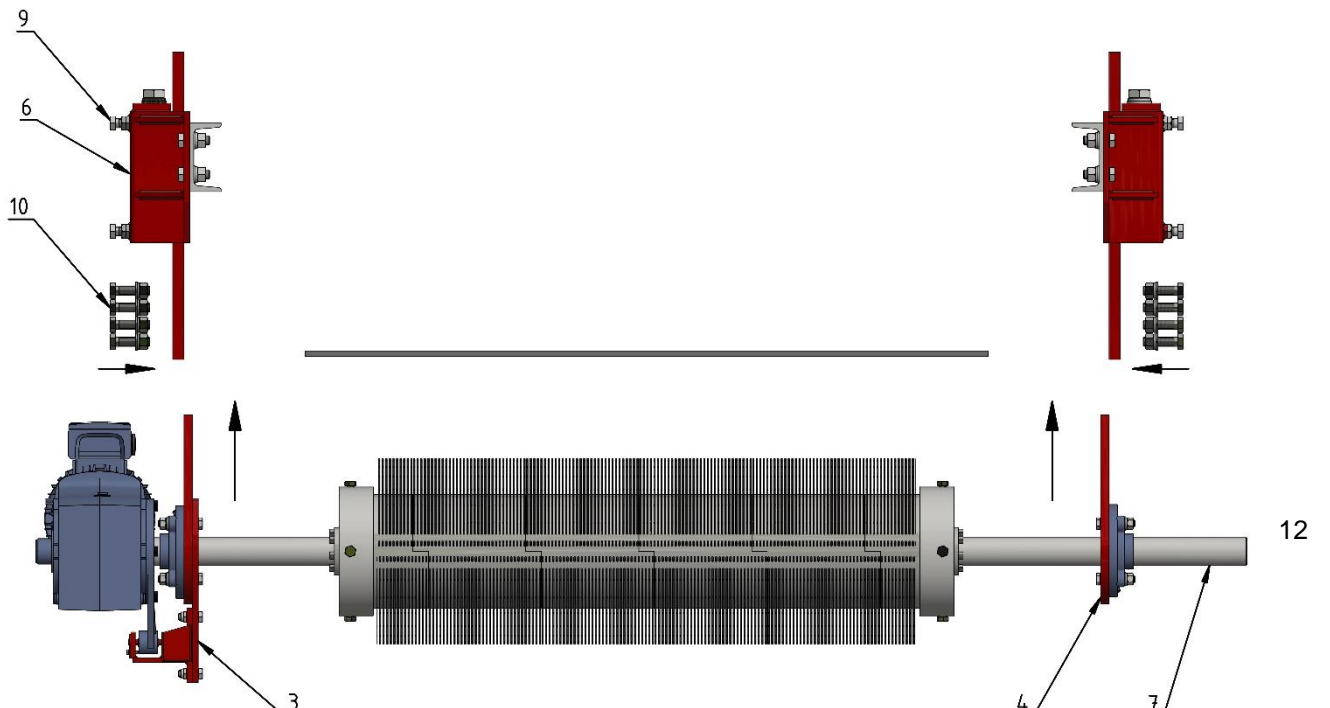

Bild 7
7. Die so entstandene Einheit dann anheben und in die vormontierten Montagekonsolen **Pos. 6** aus den die oberen Montagegerahmen **Pos. 2** rausragen mit den Schrauben **Pos. 10** verbinden. (**Bild 7**)